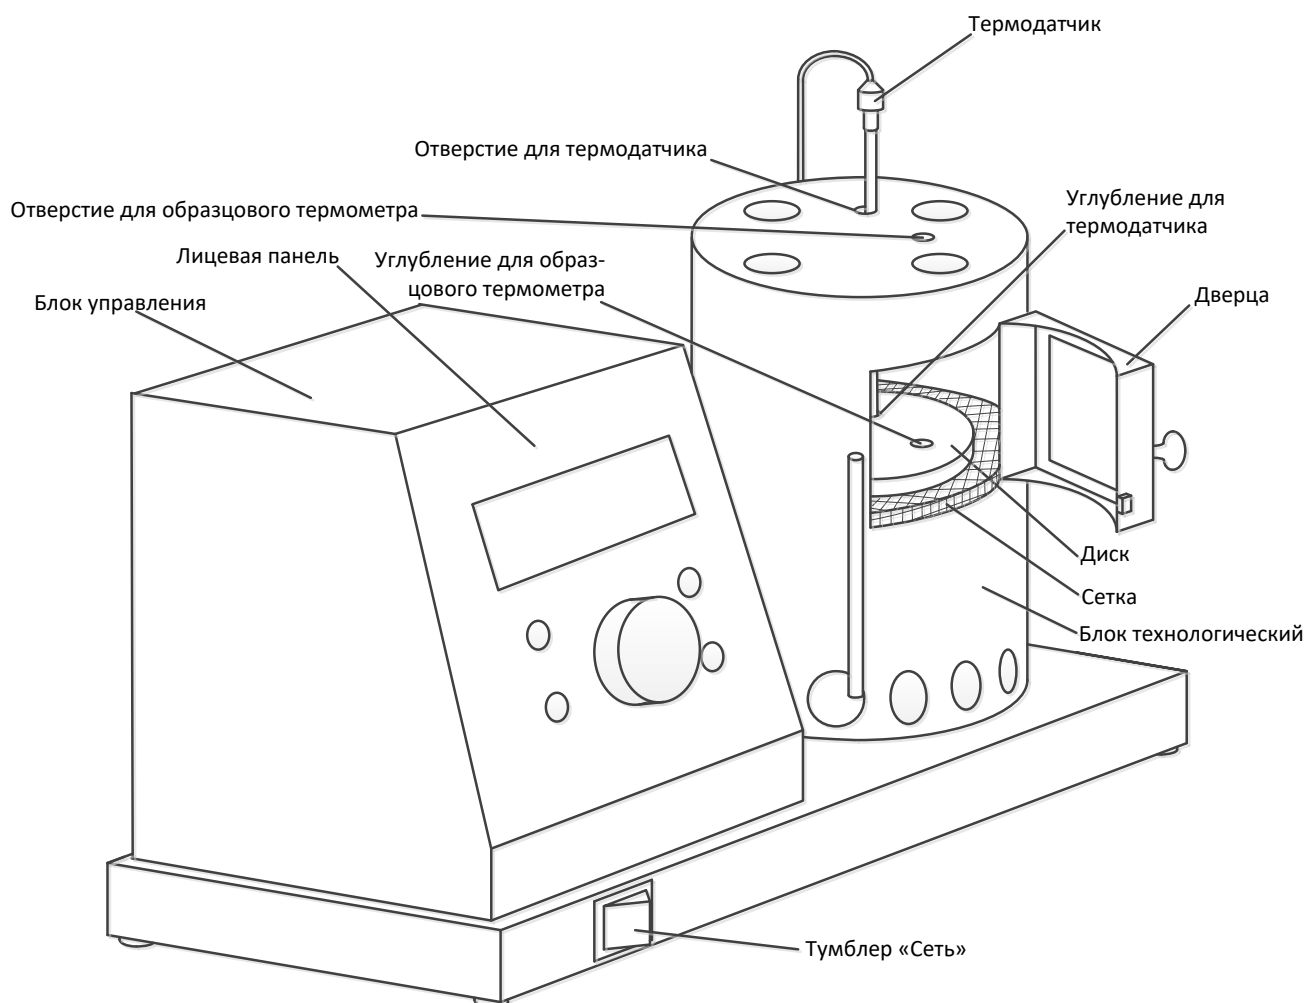

Рисунок 1 – Общий вид аппарата
3.3.1 Подключить аппарат к сети питания, включить его тумблером «Сеть» (рисунок1).